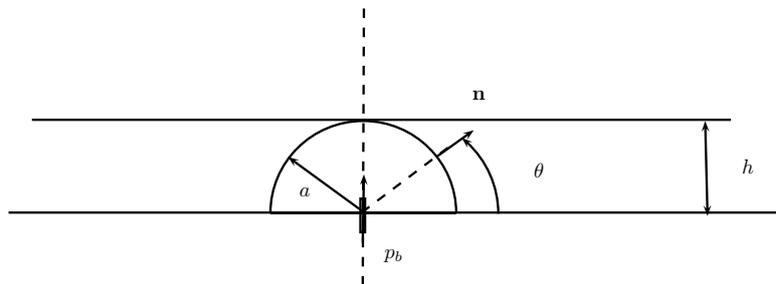

Figure 3 : « boudin » gonflable.
**Problème 4** La même commune s'intéresse à un système de « boudins » (ballons) gonflables, dont la forme est assimilable à un demi cylindre de rayon  $a$  (voir figure 3). On cherche à calculer la pression qu'il faut insuffler pour que le